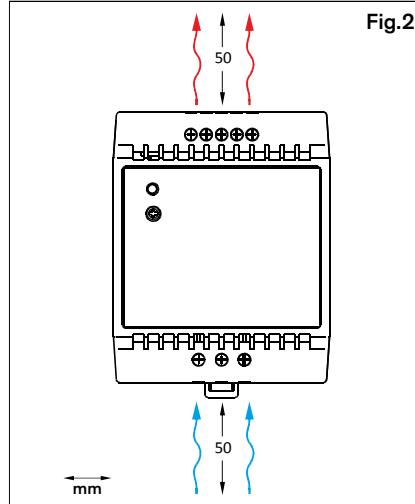

Fig.2
- Debe asegurarse una refrigeración adecuada. Fig.2
El dispositivo puede instalarse sobre carriles DIN de 35 mm, de acuerdo con las especificaciones de la norma DIN EN 50022. Es preciso cumplir los requisitos de provisión de un espacio de ventilación por encima y por debajo de la dispositivo. Fig.2
- Dev'essere garantito un sufficiente raffreddamento. Fig.2
L'alimentatore può essere montato su una barra DIN da 35 mm conforme con le specifiche DIN EN 50022. Rispettare i requisiti relativi allo spazio di ventilazione che dev'essere presente sopra e sotto l'apparecchio. Fig.2
- Следует обеспечить надлежащее охлаждение прибора. Fig.2